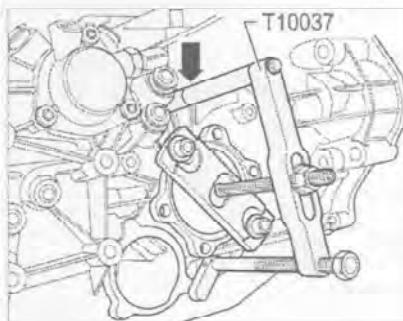

Рис. 7.351. Закрепите на крышке главной передачи съемник T10037 (стрелка) и снимите правый приводной вал.
9. Закрепите на крышке главной передачи съемник T10037 (стрелка) и снимите правый приводной вал (рис. 7.351).